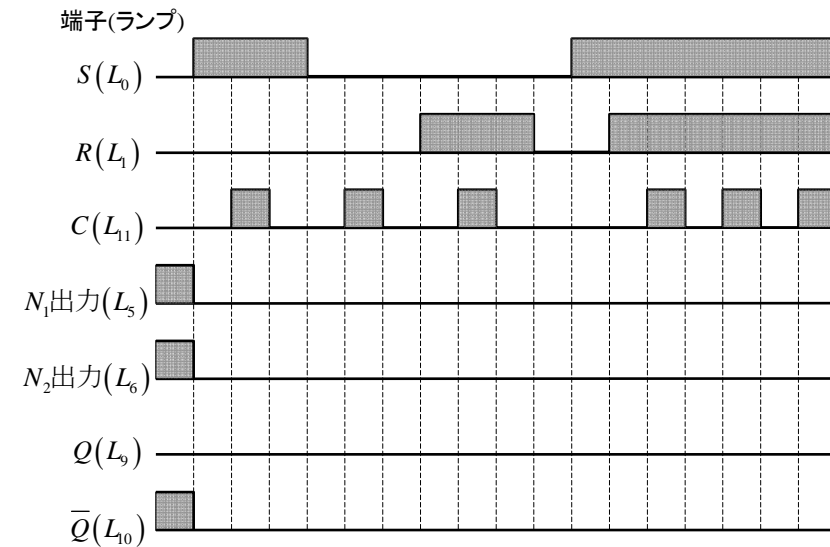

図10 クロック端子付き R-S フリップフロップのタイムチャート
a) 図10のタイムチャートに従い、フリップフロップの入力端子に対応する3個の入力スイッチ S_0 、 S_1 及び P_1 をオンオフにして、フリップフロップの中間出力及び最終出力端子に対応するランプ L_5 、 L_6 及び L_9 、 L_{10} の状態を図10に記録する。